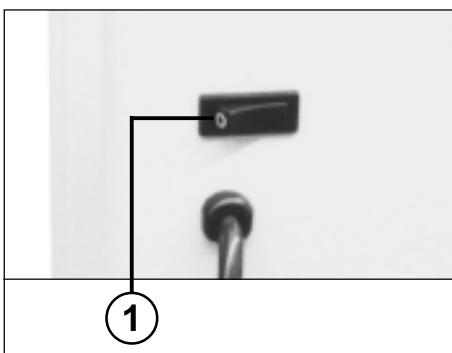

Fig. 1
- 1 = Interruptor basculante "Pronto a funcionar" (Fig. 1)**
Acende quando o interruptor de pressão "Pronto a funcionar" (Fig. 1) estiver ligado.
Ligar o aparelho no interruptor basculante (1) (fig. 1). A lâmpada da luz de controlo "Pronto a funcionar" (5) e a da tecla de paragem encarnada "S" (3) estão acesas (fig. 2) para indicar que o aparelho está pronto para entrar em serviço.